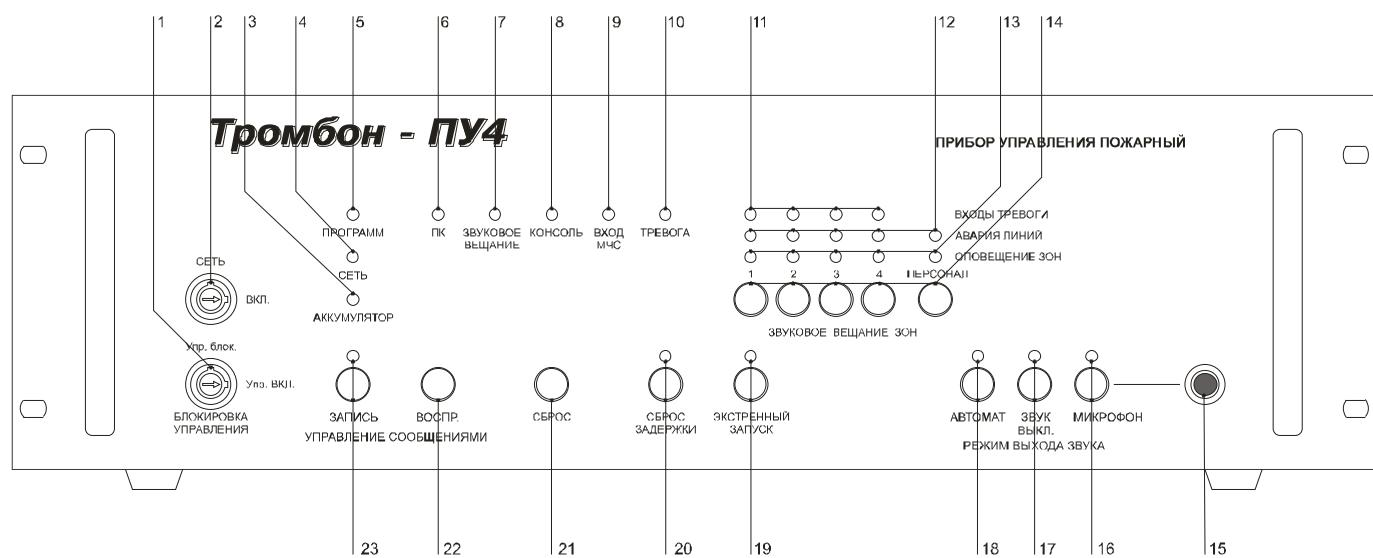

Рис. 1. Внешний вид ППУ «Тромбон – ПУ-4» и расположение органов управления и индикации.
4. Любое другие значения сопротивления линии связи, воспринимаются Прибором как авария линии связи с ППКП. На передней панели Прибора зажигается индикатор аварии линий (рис. 1, поз. 12) соответствующий номеру неисправной линии и периодически издает звук зуммера.
Основной режим работы Прибора. В этом режиме все реле Прибора выключены, питание на усилитель мощности не подается. В «Дежурном режиме» Прибор выполняет контроль входов пожарной сигнализации, входа МЧС и контроль линий связи с оповещателями. В «Дежурном режиме» работы на передней панели Прибора горят индикаторы «Сеть» и «Автомат» (рис. 1, поз. 4, 18).
В режиме «Звуковое вещание» выполняется трансляции сигналов, поступающих на линейный вход Прибора в любые зоны по выбору оператора. Вход в режим «Звуковое вещание» и выбор зон выполняется нажатием кнопок «Звуковое вещание зон» (рис. 1, поз. 14).
При включении режима «Звуковое вещание» зажигаются индикаторы «Звуковое вещание» и «Оповещение зон» (рис. 1, поз. 7, 13).